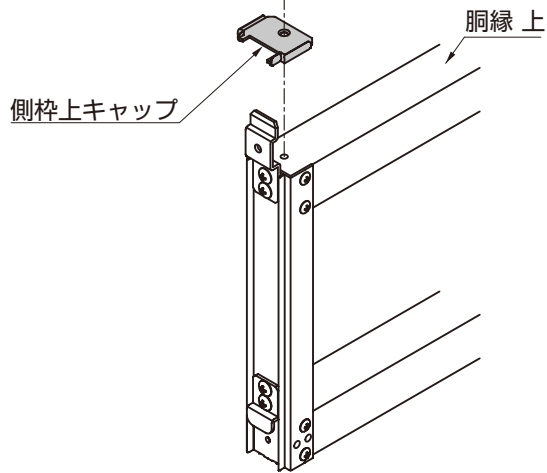

図4-1
①側枠に側枠上キャップをかぶせ、【3-1】で胴縁 上に取付けてください。（図4-1参照）